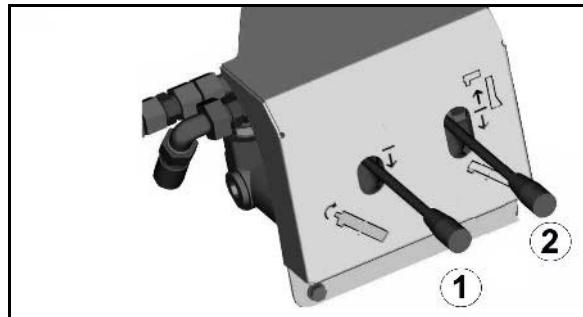

Рис. 96
8. Установите оба шаровых крана (Рис. 96/1,2) в положение **A**.